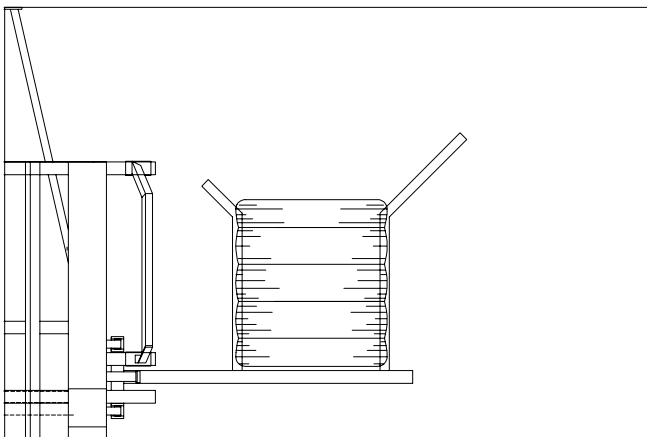

Figure 18
- 4) Soulever le bras de chargement dès que ou juste avant que la balle touche le bas du "U". (Figure 18)